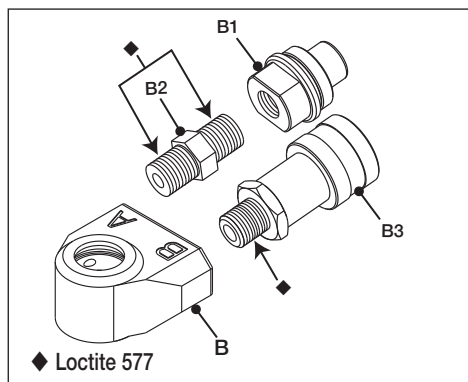

Рис. 19
- Нанесите на резьбу муфты B3 и переходника B2 герметик для резьбовых соединений Loctite 577. Места нанесения отмечены на рис. 19 значком (◆).